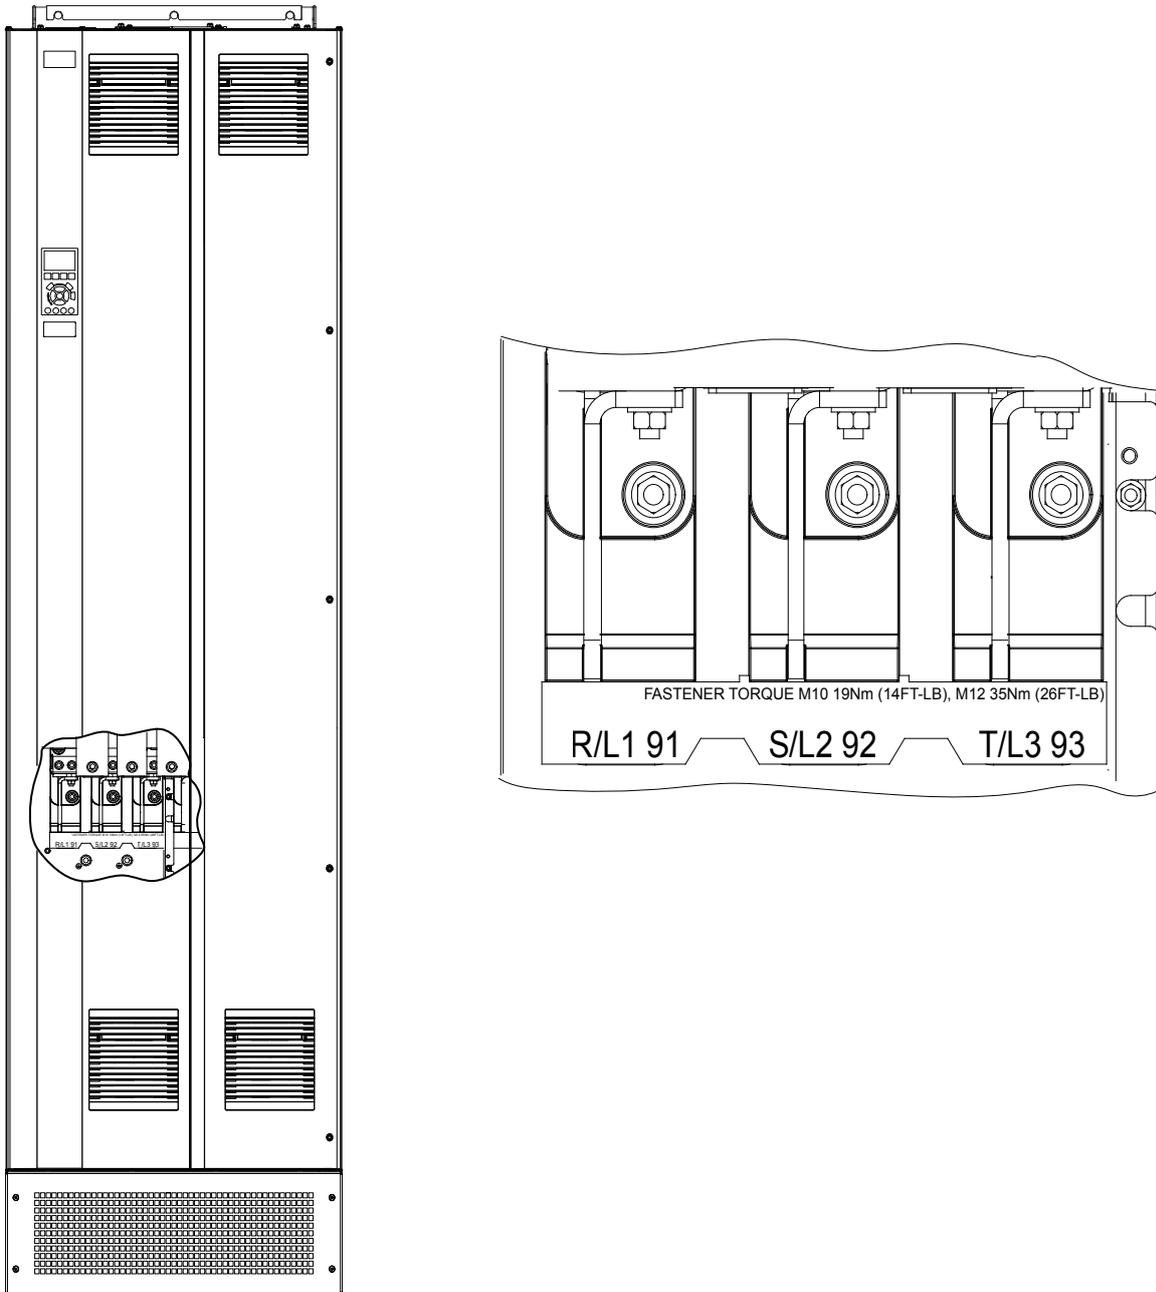

Abbildung 5.4 Versorgungsnetzklennen (E1h abgebildet). Siehe Kapitel 5.7 Klemmenabmessungen für eine Detailansicht der Klemmen.
4. Schließen Sie die 3 Phasen des Netzeingangs an die Klemmen R, S und T an (siehe *Abbildung 5.4*).